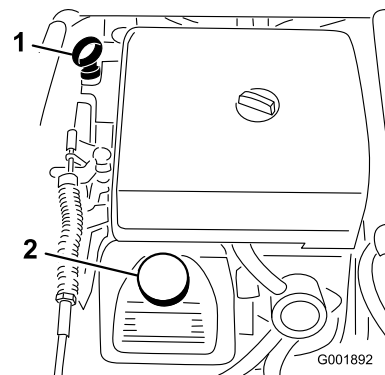

図 48
2. ディップスティックを抜き、ウェスで一度きれいに拭く(図 48)。ディップスティックを、チューブの根元までもう一度しっかりと差し込む。ディップスティックを引き抜いて油量を点検する。
3. オイルの量が不足している場合は、バルブ・カバーについている補給口のキャップ(図 48)を取り、ディップスティックの FULL マークまで補給する。補給するときは、ディップスティックで確認しながら少量ずつ入れる。入れすぎないように注意してください。
8. 所要量の約 80% のオイルを補給口から入れる (図 48)。